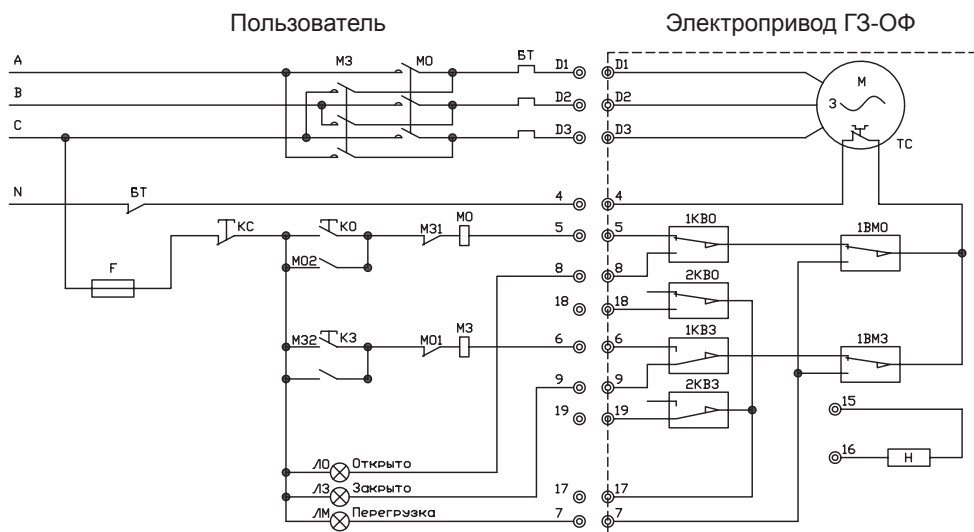

Рис.4 Принципиальная электрическая схема подключения электропривода ГЗ-ОФ.
3. ЭЛЕКТРИЧЕСКАЯ СХЕМА УПРАВЛЕНИЯ (рис.4)
на короткое время, позволяющее определить направление движения выходного вала. Если диск будет вращаться в направлении обратном заданному, поменяйте местами фазы (А, В, С) питающего напряжения на силовом щите: (А и В, или А и С, или В и С) (рис.4). После этого повторить проверку.
4.3 НАСТРОЙКА ДВУХСТОРОННЕЙ МУФТЫ ОГРАНИЧЕНИЯ КРУТЯЩЕГО МОМЕНТА (МОМЕНТНОЙ МУФТЫ) (рис.4)